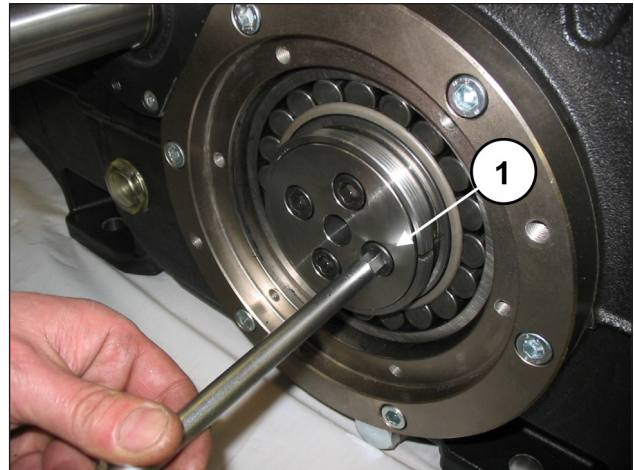
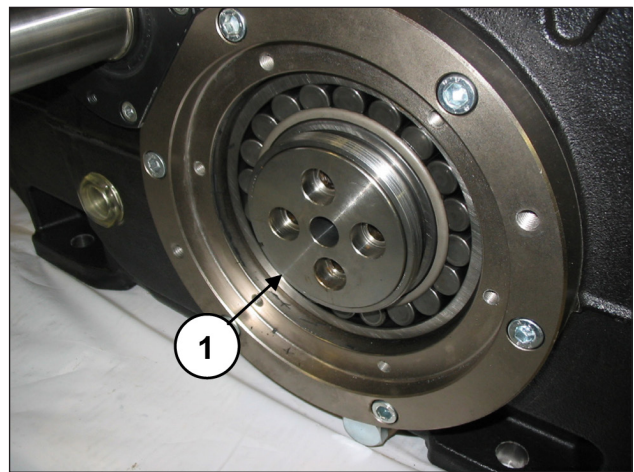

Fig. 13
Fig. 14
Solte e extraia os parafusos de fixação da flange de bloqueio da bússola, de ambos os lados (pos. ①, Fig. 13). A flange de bloqueio da bússola deve ser deixada no local (pos. ①, Fig. 14).